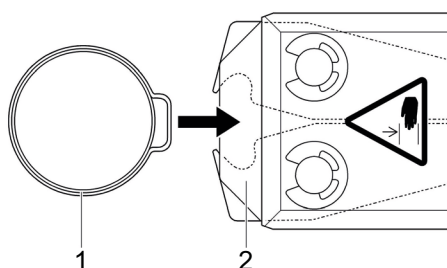

Fig. 14: Insertar la abrazadera
1. Introduzca la oreja de una abrazadera OETIKER (Fig. 14/1) en la zona de apriete del cabezal de la tenaza (Fig. 14/2).